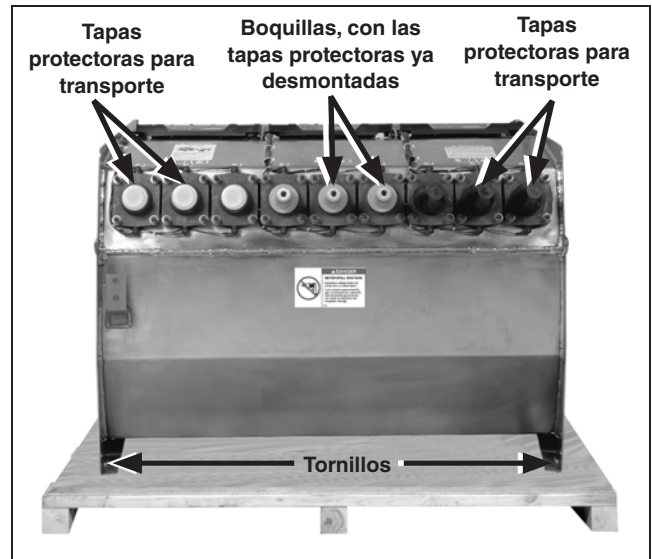

Figura 108. El tanque está atornillado a la tarima en cuatro puntos para su transporte (la unidad manual se muestra a modo ilustrativo).
- PASO 2.** Desmonte el interruptor de su tarima y levante el equipo, respetando las medidas de seguridad que se dan en la sección “Manejo” de la página 8. Ver Figura 2 en la página 8 y la Figura 108.